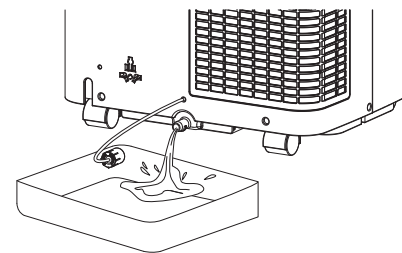

Fig. 1
- Voordat u het opbergt, moet u de rubberen plug aan de onderkant van de afvoerpoort (nr. 9) eruit halen en het water laten weglopen. (Fig. 1) Laat de unit enkele uren alleen in de ventilatormodus draaien om eventueel vocht op de koudewisselaar te drogen om zo schimmel te voorkomen.